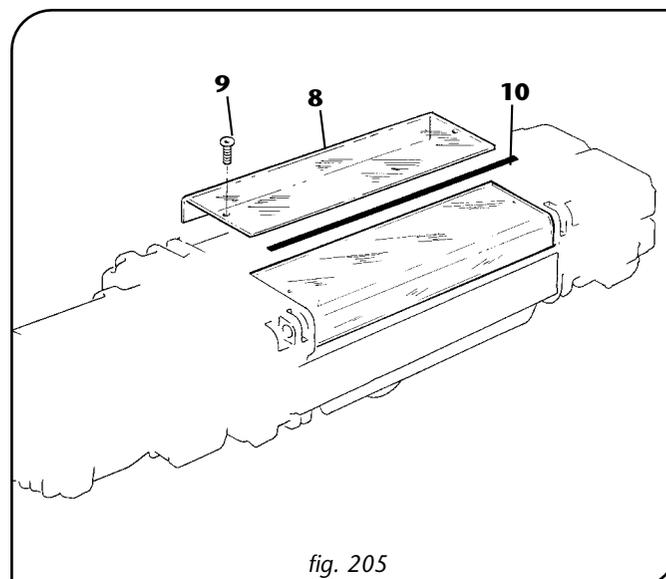

fig. 205
12. Remettre en place l'auvent de protection -8- côté opposé aux fins de course, en serrant intégralement les vis -9- et en prenant soin de positionner le joint -10- aux deux extrémités (fig. 205).
13. Remettre en place l'auvent de protection -8- côté opposé aux fins de course, en serrant intégralement les vis -9- et en prenant soin de positionner le joint -10- aux deux extrémités (fig. 205).